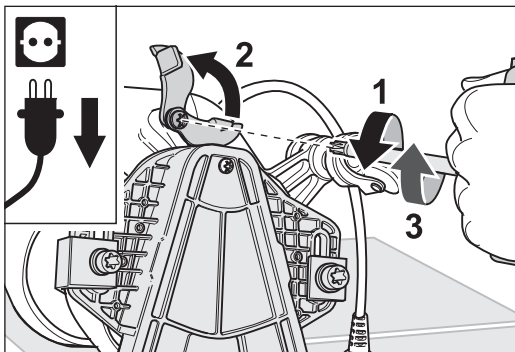

Abb. 38 Die Schraube lösen (1), das Riemenspannblech vom Vorsatz weg drehen (2) und die Schraube wieder festziehen (3).
- 3 Lösen Sie mit dem Universalschlüssel die Schraube des Riemenspannblechs (Abb. 38, 1).
- 4 Drehen Sie das Riemenspannblech vom Vorsatz weg (Abb. 38, 2) und ziehen Sie die Schraube des Riemenspannblechs wieder fest (Abb. 38, 3).